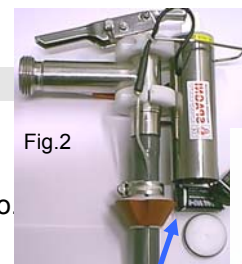

Fig.2
2) Collegare il tubo M al contenitore da svuotare per caduta, (valvola di scarico del contenitore, chiusa) ovvero alla pompa da travaso (con motore spento). 3) **PER ARMARE LA PISTOLA:** a) Ruotare la levetta P di 90° in senso orario, led verde acceso, nello stesso momento spingere la leva N in basso fino a che rimane bloccata (rubinetto aperto) come in fig.2. 4) Inserire il tubo T nel foro del contenitore da riempire fino all'arresto contro il cono C 5) Aprire la valvola del contenitore da svuotare, o accendere il motore pompa per iniziare il riempimento. Al raggiungimento del livello impostato si ha lo sblocco automatico della leva N (posizione orizzontale) con conseguente arresto del flusso del liquido da M. 6) Estrarre lentamente la pistola dal foro di riempimento. La pistola può funzionare come semplice rubinetto di riempimento, senza consumare la carica delle pile.
FUNZIONAMENTO	PILE 9V QUADRA N. 2 FIG.2